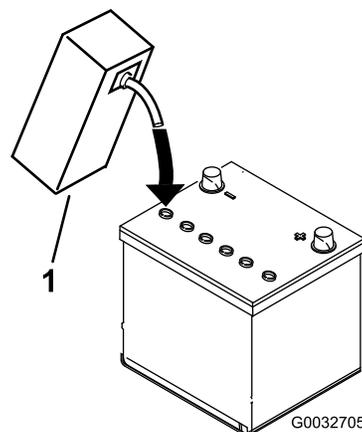

Рисунок 7
3. Осторожно заливайте электролит в каждую ячейку до уровня над пластинами примерно 6 мм (Рисунок 7).
4. Подождите примерно 20–30 минут, пока электролит не впитается в пластины. При необходимости доливайте электролит до уровня, не достигающего примерно 6 мм до низа заливного отверстия (Рисунок 7).